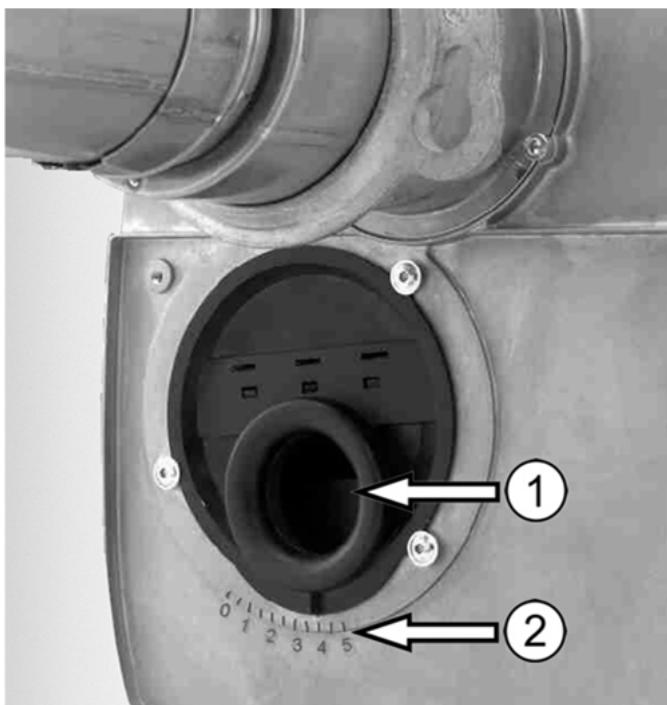

Abb. 30: Lufteinlaufdüse ① und Skala ②
Muss die Einstellung der Lufteinlaufdüse ① (s. Abb. 30) verändert werden, so kann dies wie folgt geschehen:
- ⇒ Lösen Sie die drei Klemmschrauben der Lufteinlaufdüse ①.
- ⇒ Drehen Sie die Lufteinlaufdüse ① auf einen höheren Skalenwert ②, um eine größere Luftmenge zu erhalten.